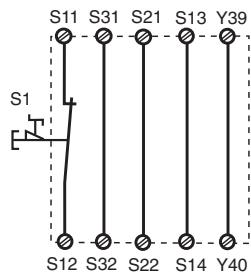
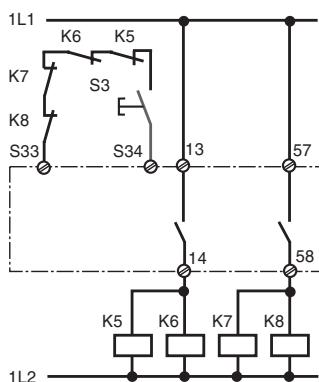

Fig. 2: Eingangskreis einkanalig, automatisch.
Fig. 11: wie Fig. 10 mit überwachtem Start/
In Fig. 2 ... Fig. 11 sind Anschlussbeispiele für NOT-AUS-Beschaltung mit automatischem und überwachtem Start, Schutztürsteuerungen sowie Kontaktvervielfachung durch externe Schütze dargestellt.
- Fig. 2 und 7: **keine** Verbindung S33-S34
In Fig. 2 ... Fig. 11 are connection examples for Emergency Stop wiring with automatic and monitored reset. Safety gate controls as well as contact expansion via external contactors.
- Fig. 2 and 7: S33-S34 **not** connected
Les figures 2 à 11 représentent les différents câblages possibles du PNOZ XV3.1P à savoir: poussoir AU avec réarmement automatique ou auto-contrôlé, interrupteurs de position et augmentation du nombre des contacts de sécurité par contacteurs externes.
- Fig. 2 et 7: **pas** de câblage sur S33-S34